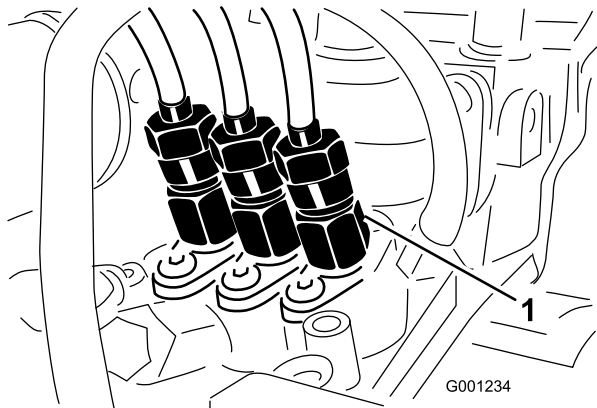

Figura 52
1. Afloje la conexión entre el tubo y el conjunto de la boquilla y soporte del inyector N° 1 en la bomba de inyección (Figura 52).